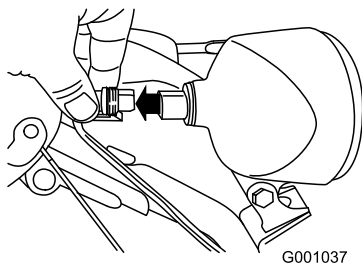

Bild 50
1. Nehmen Sie den Kabelanschluss hinten am Scheinwerfer ab (Bild 50).